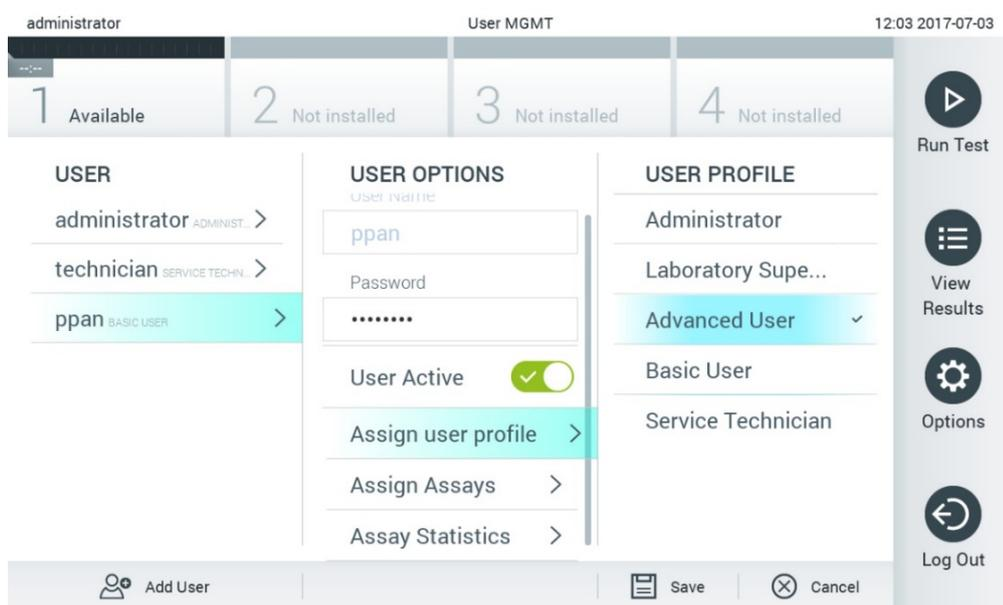

Figura 61. Asignación de perfiles de usuario a usuarios.
- Assign User Profile (Asignar perfil de usuario): permite asignar un perfil de usuario distinto para dicho usuario (p. ej., Administrator [Administrador], Laboratory Supervisor [Supervisor de laboratorio], Advanced User [Usuario avanzado] y Basic User [Usuario básico]). Seleccione el perfil de usuario adecuado de la lista a la derecha de la zona de contenido (figura 61).